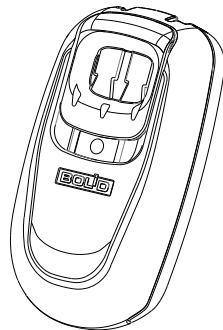

Рисунок 1.4.1
1.4.1 КТ состоит из печатной платы и разборного корпуса с приводным элементом (рис. 1.4.1).